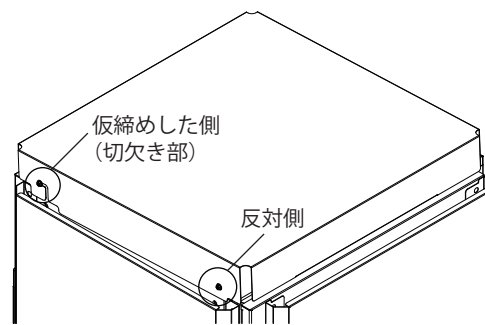

図7
3. 切欠き部の反対側にある穴に、取付ねじを取り付けてください。（2か所）（図7）
4. 仮締めした側の取付ねじを締切ってください。（図7）